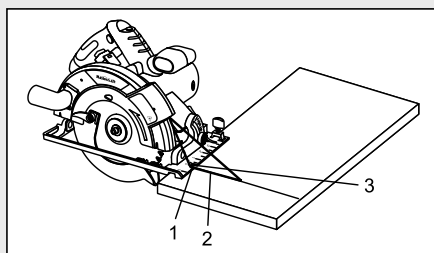

Fig. 15
NOTE : Pour aligner la lame de scie avec le trait de coupe, servez-vous des repères à l'avant de la semelle (Fig. 15). Utilisez le repère 0° (1) et la ligne guide du faisceau laser (2) pour les coupes à angle droit. Utilisez le repère 45° (3) pour les coupes en biseau à 45°. Cela permet d'avoir suffisamment de matériau pour la coupe en biseau. Faites toujours une coupe d'essai sur une pièce non utilisable avant de couper dans le matériau neuf.